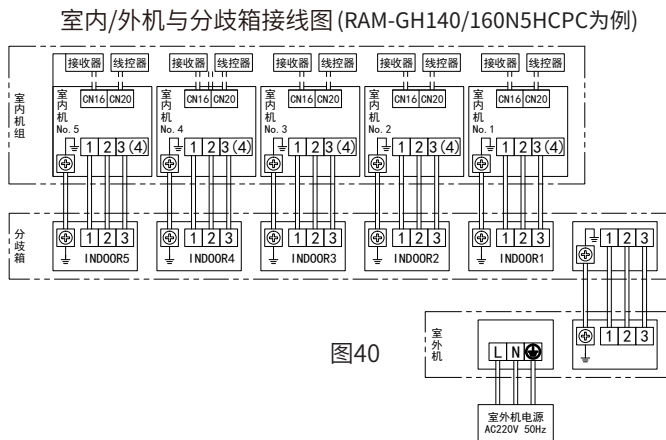

图40
- (1) 连接电线按接线图示要求正确地连接室内外机组和分歧箱，绝对不可连接错误（如图40）。
- (2) 连接电线必须用室内外机组和分歧箱上的附属压线板压紧。